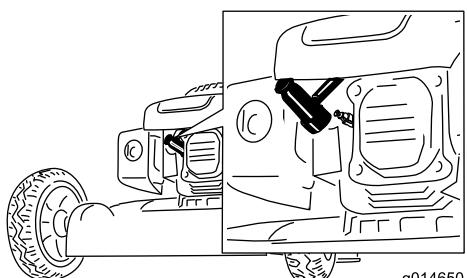

Figura 15
- Desconecte el cable de la bujía (Figura 15) antes de realizar cualquier procedimiento de mantenimiento.